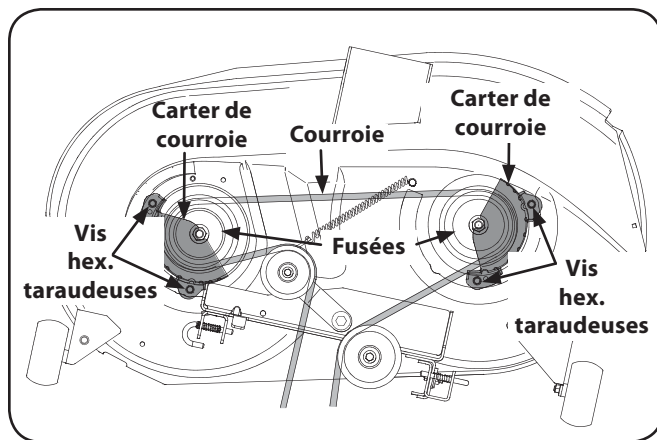

Figure 7-8 (42 po)
2. Avec une clé de 15/16es de po, tenez l'écrou à six pans sur le haut de la fusée en desserrant l'écrou à six pans qui retient la lame. Une cale en bois peut être placée entre l'habitacle du plateau de coupe et le tranchant de la lame pour dégager l'écrou à six pans qui retient la lame. Voir la Figure 7-8. Use a $\frac{15}{16}$ " wrench to hold the hex nut on top of the spindle assembly when loosening the hex nut securing the blade. A block of wood may be placed between the deck housing and the cutting edge of the blade to help in breaking loose the hex nut securing the blade. See Fig. 7-8.